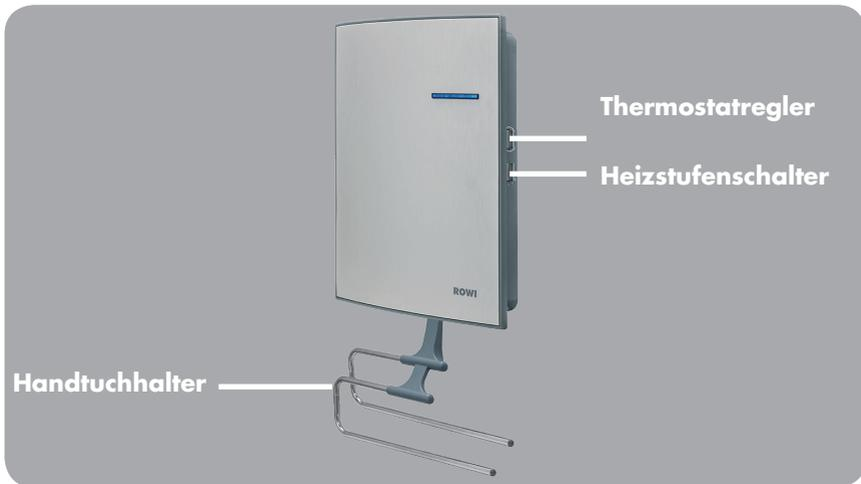

Abb. 4: Geräteübersicht
1. Vergewissern Sie sich, dass der Heizstufenschalter (siehe Abb. 4) auf „0“ steht. Schließen Sie dann den Heizlüfter an eine geerdete, durch einen FI-Schutzschalter abgesicherte Steckdose an.
2. Schalten Sie nun das Gerät ein, indem Sie den Heizstufenschalter (siehe Abb. 4) auf die gewünschte Position bringen. Dabei gilt:
Drehen Sie den Drehknopf zur Einstellung der Thermostattemperatur (siehe Abb. 4) im Uhrzeigersinn auf die maximale Stellung (Position „+“). Warten Sie, bis der Raum eine für Sie angenehme Temperatur erreicht hat. Drehen Sie dann den Drehknopf gegen den Uhrzeigersinn, bis Sie ein deutliches Klicken hören. Der Thermostatregler sorgt nun durch automatisches Ein- und Ausschalten für eine annähernd konstante Raumtemperatur.
2. Stellen Sie den Heizstufenschalter (siehe Abb. 4) auf Position „0“.